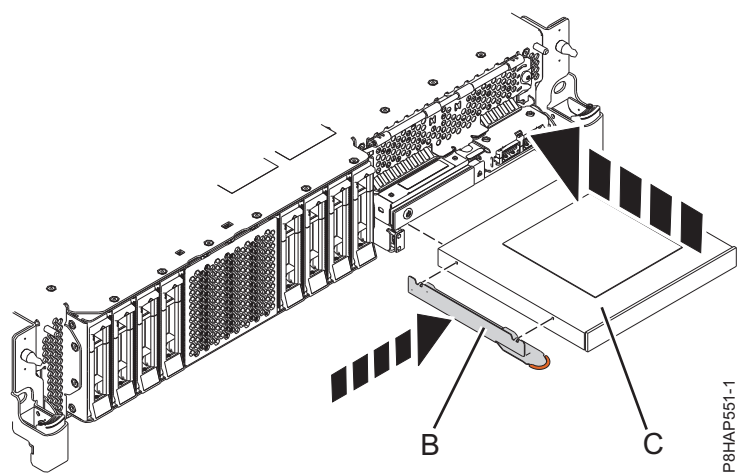
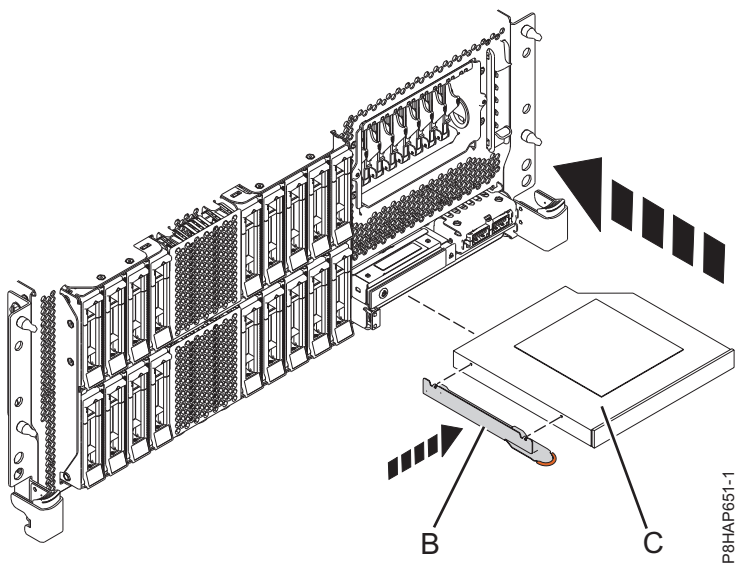
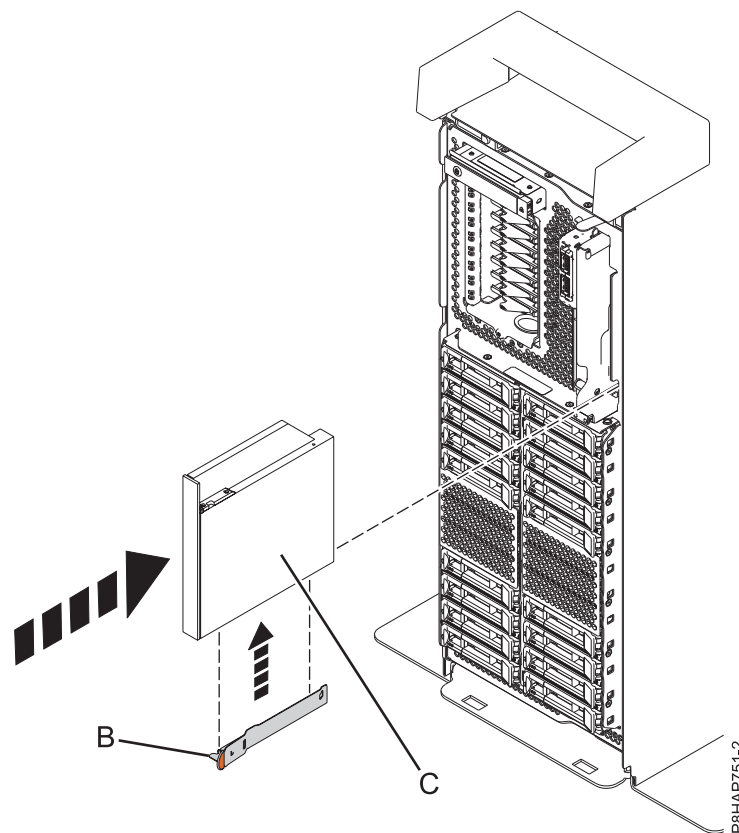

Figura 2. Instal·lació d'un dispositiu de suport d'emmagatzematge extraplà en un sistema 5148-21L, 5148-22L, 8247-21L, 8247-22L, 8284-21A, o 8284-22A
Figura 3. Instal·lació d'un dispositiu de suport d'emmagatzematge extraplà en un sistema 8247-42L, 8286-41A o 8286-42A muntat en bastidor
Figura 4. Instal·lació d'un dispositiu de suport d'emmagatzematge extraplà en un sistema autònom
4. Fixeu la peça de subjectió (**B**) al dispositiu de suport d'emmagatzematge extraplà nou, com es mostra a El model Figura 2 a la pàgina 6 per un sistema 5148-21L, 5148-22L, 8247-21L, 8247-22L, 8284-21A, o 8284-22A, el model Figura 3 a la pàgina 6 per un sistema 8247-42L, 8286-41A o 8286-42A o el model Figura 4 a la pàgina 7 per un sistema 8286-41A autònom.
Per un sistema 5148-21L, 5148-22L, 8247-21L, 8247-22L, 8284-21A, o 8284-22A, consulteu Figura 2 a la pàgina 6, per un sistema 8247-42L, 8286-41A o 8286-42A, consulteu Figura 3 a la pàgina 6, per un sistema 8286-41A autònom, consulteu Figura 4 a la pàgina 7.